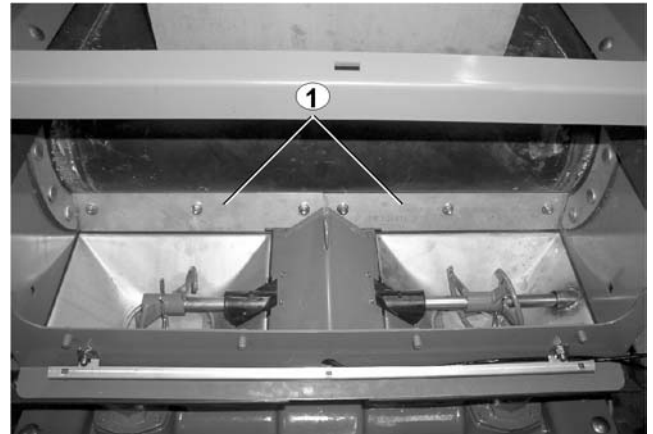
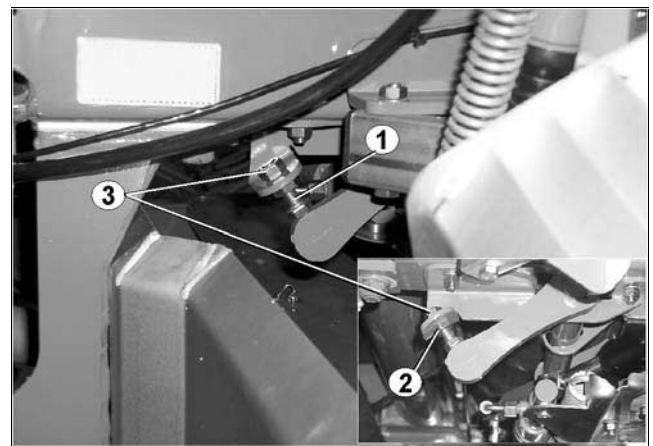

Fig. 46
Fig. 47
- Der Druck des Abstreifers (Fig. 46/1) auf den Bandboden wird **beidseitig** der Maschine durch die Einstellschraube (Fig. 47/1) eingestellt:
- Mutter (Fig. 47/2) der Einstellschraube soweit anziehen, dass die Segmentbleche am Bandboden gerade anliegen.
- Kontermutter (Fig. 47/3) mit Werkzeug festziehen.